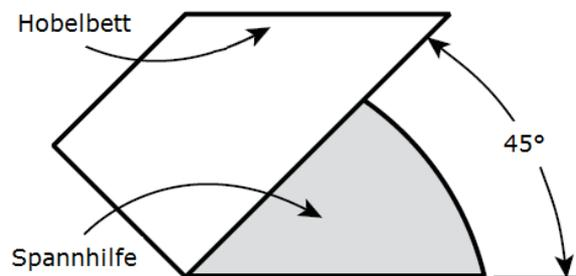

Abbildung 6: Spannhilfe
- Zum Bohren der Löcher benötigen Sie einen Bohrständer oder eine Bohrsäule und eine Spannhilfe um den Holzblock im richtigen Winkel von 45° zu halten. Als Spannhilfe können Sie den Abschnitt nehmen, den Sie aus dem inneren Hobelkörper herausgesägt haben (s. **Abbildung 6**), oder ein Klotz den Sie speziell für diesen Zweck anfertigen. Sie können den Block mit dem Hobelbett mit Hilfe von doppelseitigem Klebeband an der Spannhilfe befestigen.